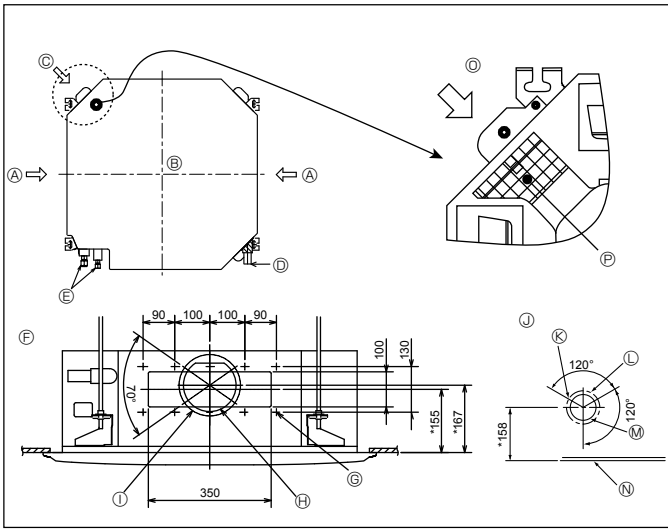

Fig. 2-3
2.3. Şube kanalı deliği ve temiz hava giriş deliği (Fig. 2-3)